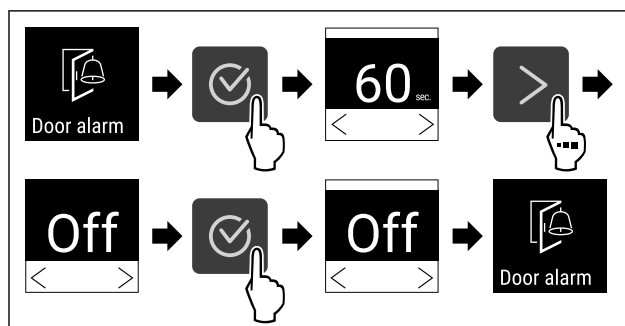

Fig. 97
- Eseguire i passi (vedere Fig. 97) .